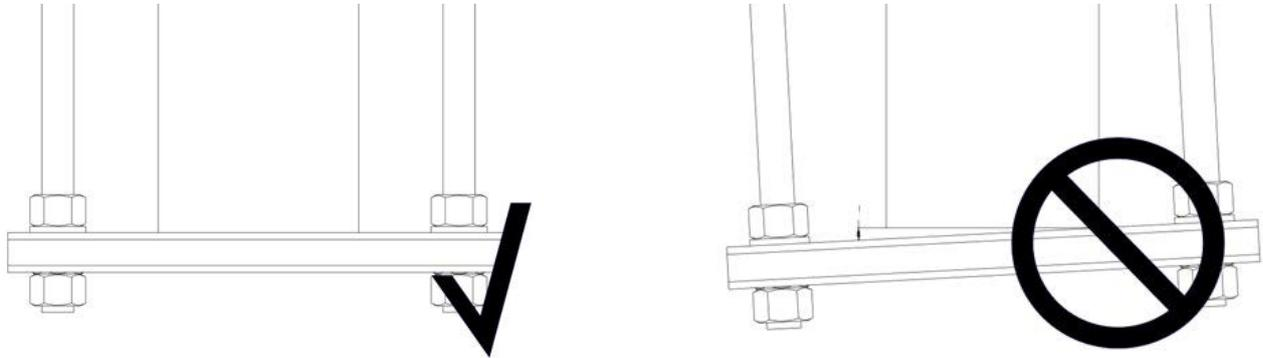

Рисунок 6
4.8 Все крепежные элементы должны быть отрегулированы так, чтобы масса шинопровода равномерно распределялась на них. Крепежные элементы не должны быть подвижными. Любые зазоры между плоскостью крепежного элемента и плоскостью тела шинопровода не допускаются (рисунок 6).